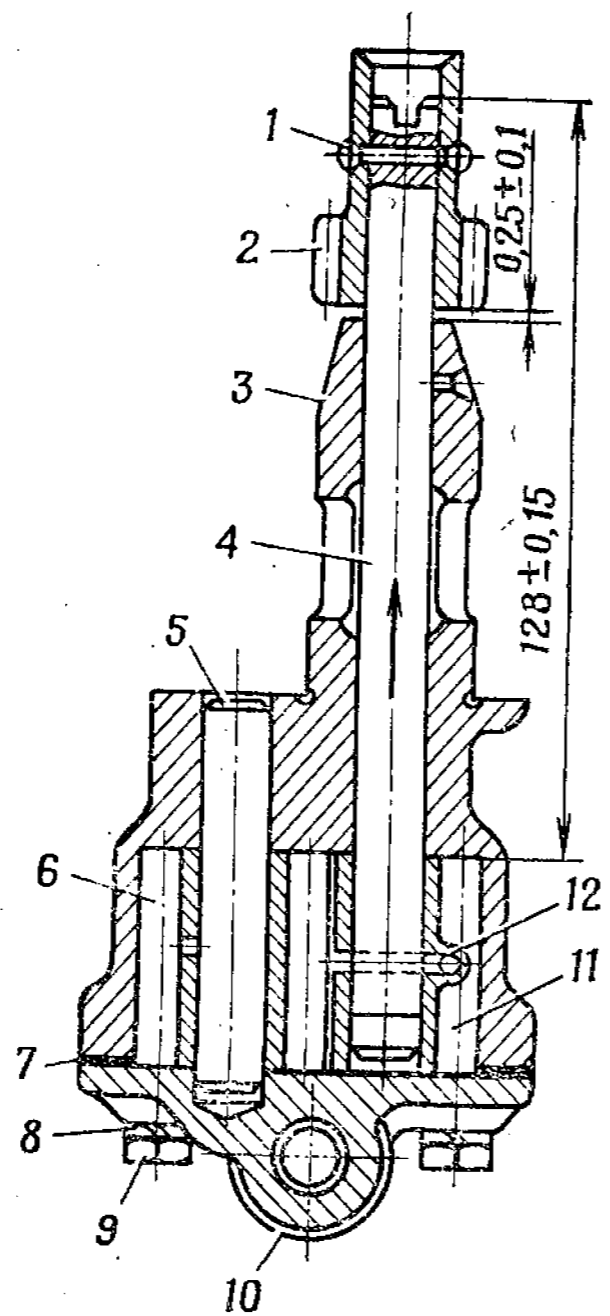

Рис. 75. Масляный насос в сборе:
<p>Разборка масляного насоса</p> <p>1. Спилить головки штифта 1 (рис. 75) и выбить штифт</p>	<p>Напильник плоский; молоток АЗ; бородок 2</p>
8. Установить в корпус 3 (рис. 75) валик 4 в сборе с шестерней 11 и проверить радиальный зазор между корпусом масляного насоса и шестерней 11, который должен быть не более 0,2 мм.